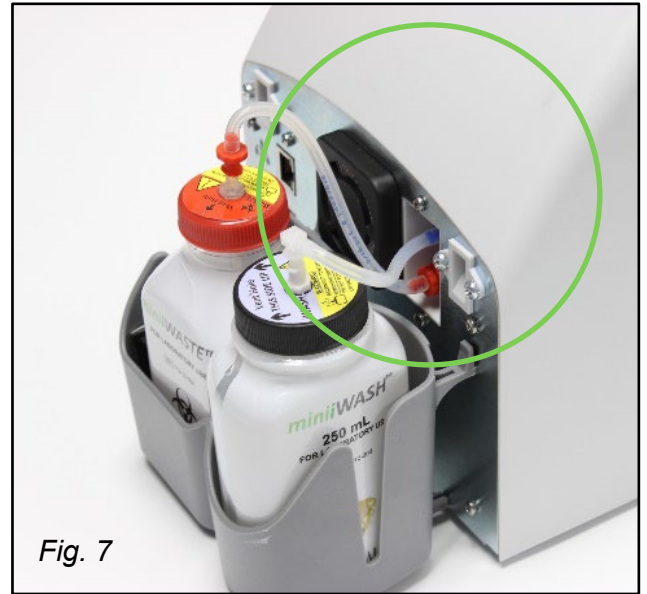

Fig. 7
2.4.2. Ligação da Garrafa miniiWASTE (Figs. 7, 8):
2.4.3. Ligação da Garrafa miniiWASH (Figs. 7, 8):
2.4.4. Coloque ambas as garrafas ligadas no Suporte de Garrafas (Fig. 7).